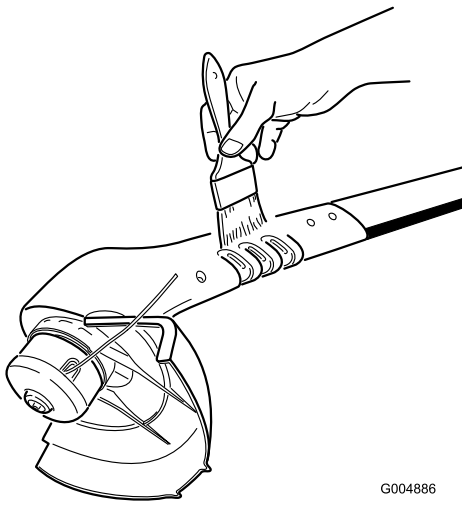

Figure 11
- Débarrassez les grilles d'entrée des débris accumulés (Figure 11).